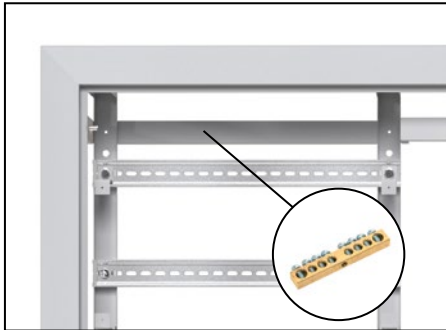

Рис. 14
- 1.3. Установите и закрепите на шине PE** (приобретается отдельно) на месте, указанном на рис. 14.